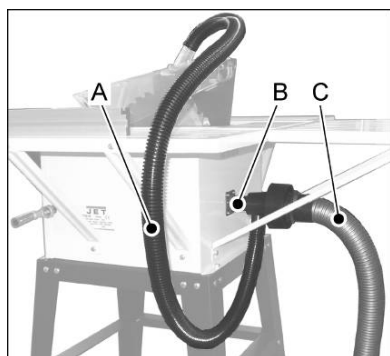

Fig 8
Monter le tuyau de raccordement (A, Fig 8) et la pièce en Y (B) selon le schéma.